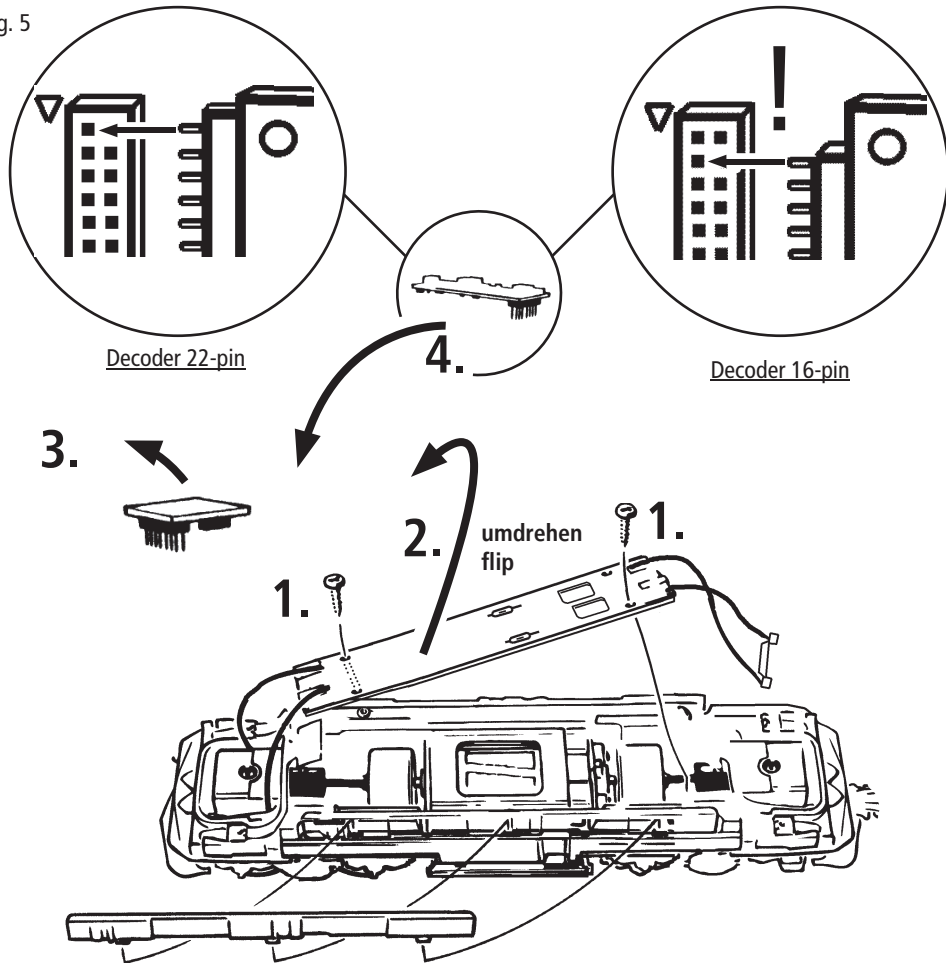

Fig. 6
2. Schmierung: Versehen Sie die im Schmierplan in Fig. 6 gekennzeichneten Stellen mit nur **kleinen Öltropfen**. Dazu zuerst das Lokgehäuse abnehmen (Fig. 3). Wir empfehlen den **ROCO Öler Art.-Nr. 10906**. Fürs Schmieren der Getriebeteile (Zahnräder, Schnecke) empfehlen wir das **ROCO-Spezialfett Art.-Nr. 10905**. Im Falle der Schmierung diese Teile **nicht ölen**.
2. Lubrication: Apply **tiny oil drops** to spots marked in fig. 6. Prior to lubrication dismantle locomotive (fig. 3). We recommend using item no. **10906, Roco oiler**. For lubrication the gearparts (e.g. cogwheels, worm) we should recommend our Roco **special grease** (item no. **10905**).
2. Graissage: N'appliquez **qu'une toute petite goutte** aux endroits indiqués par le plan de graissage (fig. 6) après avoir démonté la caisse de la locomotive (fig. 3). Nous vous recommandons **le graisseur à huile Roco réf. 10906**. Pour graisser les engrenages (roues dentées, vis sans fin) nous vous conseillons la **graisse spéciale Roco réf. 10905** pour engrenages en matières synthétiques. Lorsque vous utilisez cette graisse il faut éviter d'huiler ces composants.